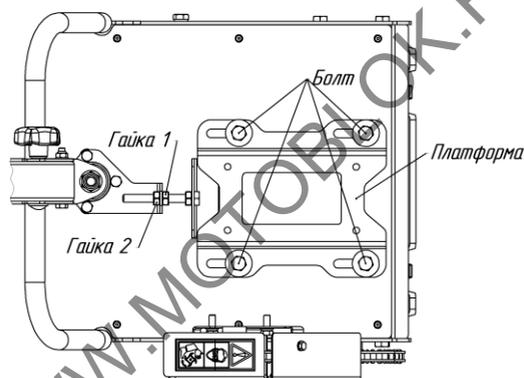

Рис.6. Способ натяжения цепи
- для натяжения цепи ослабьте четыре болта (рис.6) крепления платформы к раме мотобуксировщика.
- ослабьте гайку 1 и гайку 2 (рис.6).
- сдвиньте платформу вместе с двигателем для натяжения вращая гайку 1 или ослабления цепи вращая гайку 2 (рис.6).
- затяните гайку 1 и гайку 2 (рис.6).
- затяните четыре болта (рис.6) крепления платформы.